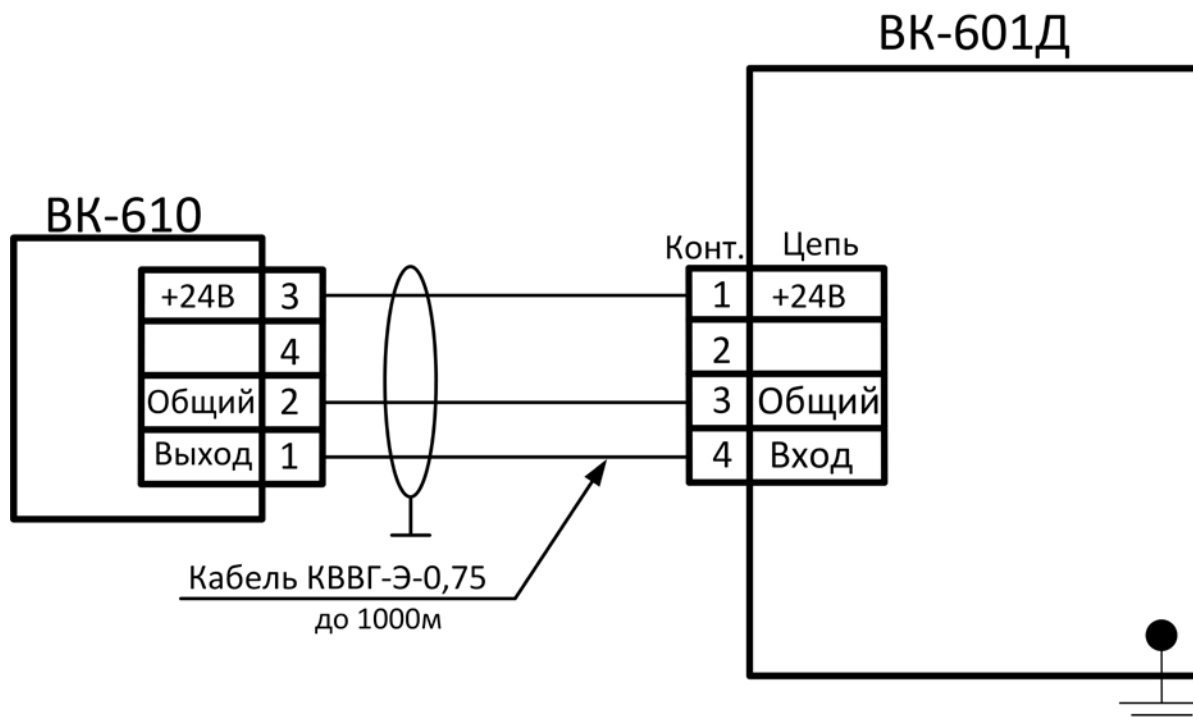

Рис. 7. Схема подключения датчика (преобразователя) ВК-610 к вторичному блоку ВК-601Д.
- Провести соединение блоков по схеме соединения, приведенной на *Рис. 7* в разделе 4. Кабель соединения выхода преобразователя со вторичным блоком должен иметь четыре жилы, заключенные в экран.